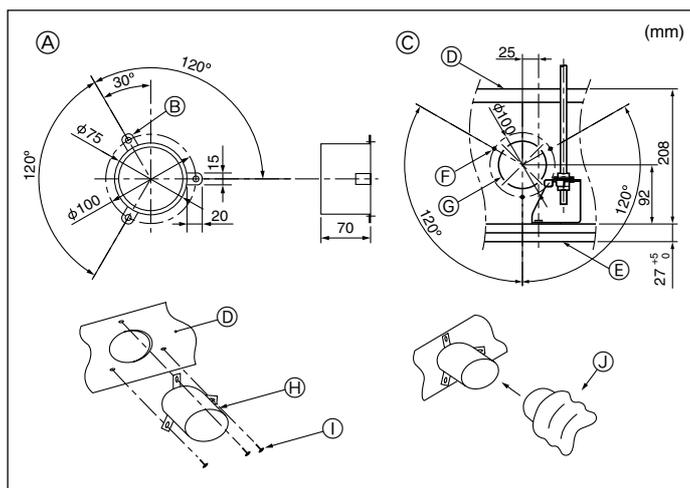

Fig. 4-3
- (E) Griglia
- (F) Soffitto
- (G) Min. 500 mm (Intero bordo esterno)
- (H) Nel sistemare lo spazio di manutenzione per (C), lasciare almeno 700 mm.
- (I) Spazio per la manutenzione
- (J) Ingresso aria di rinnovo
- (K) Angolo
- (L) Scatola dei componenti elettrici
4.3. Installazione del condotto (in caso di ingresso d'aria fresca) (Fig. 4-3)